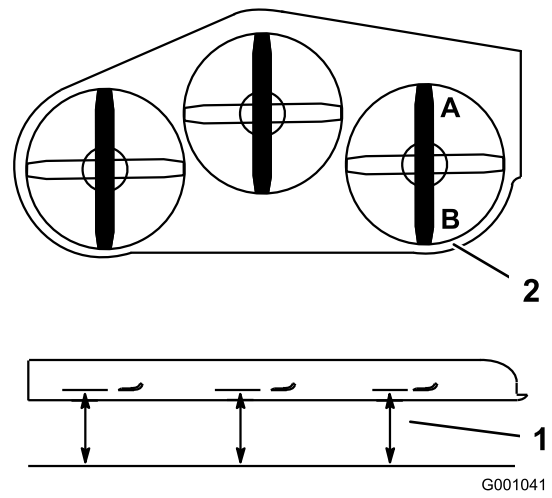

Figura 85
2. Disponete una lama in posizione longitudinale rispetto alla macchina. Misurate ai punti **A** e **B** da una superficie piana fino al tagliente della punta della lama (Figura 85).